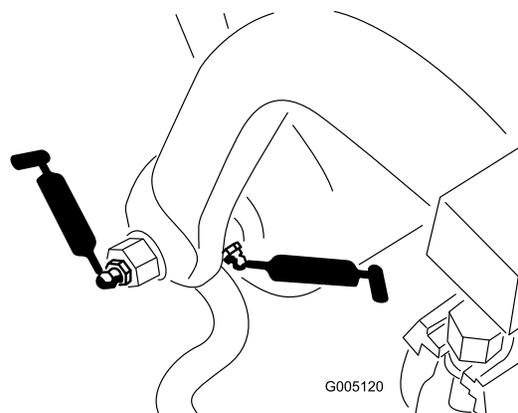

図 38
- ・ プルフレームのシャフトとローラ：12 か所 (図 38)